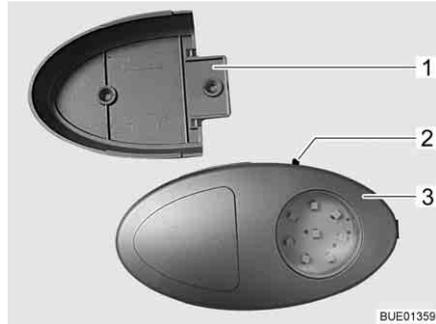
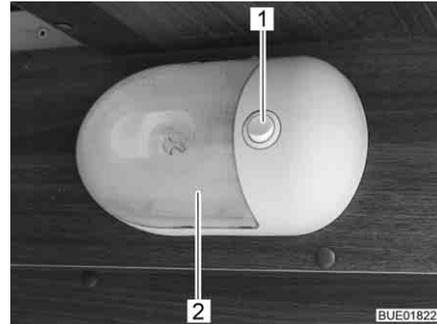

Bild 97 Kleiderschrankleuchte/
Bild 98 Kleiderschrankleuchte
- ▷ Die Kleiderschrankleuchte kann aus der verschraubten Halterung (Bild 97,1) herausgezogen und als Taschenlampe verwendet werden.
Der Ein-/Aus-Schalter (Bild 97,2 bzw. Bild 98,1) ist direkt an der Kleiderschrankleuchte (Bild 97,3 bzw. Bild 98,2) angebracht.